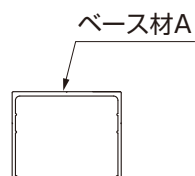
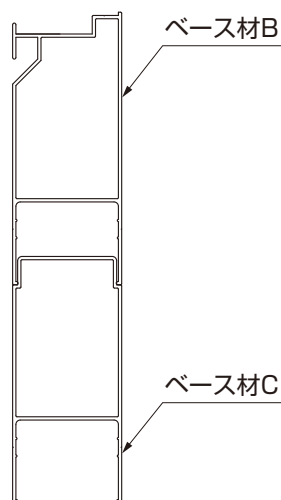

図2-8
図2-9
- ベース材には種類があります。(図2-8、図2-9、図2-10参照)